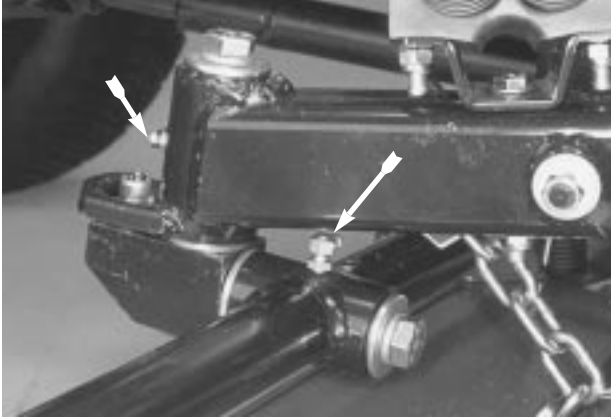

图 39
- カuttingユニットのキャリアフレームとピボット 各 2 か所 (図39)